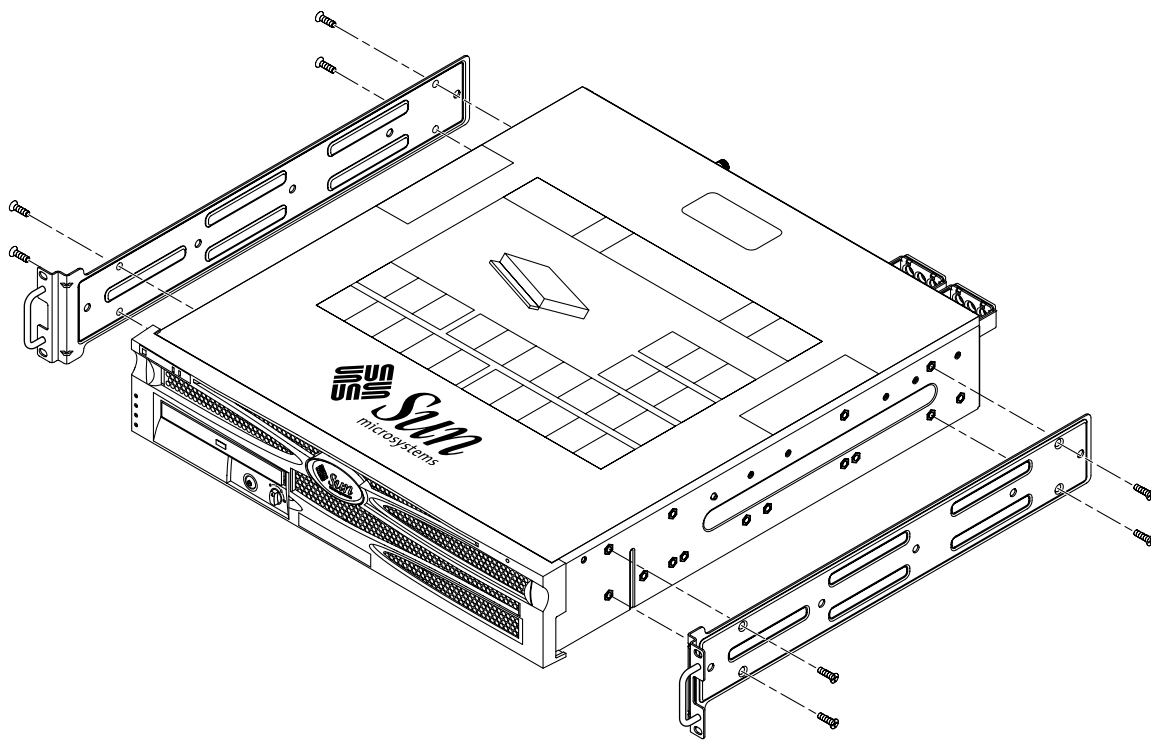

FIGURA 3-2 Fijación de los soportes de montaje fijo al servidor
2. Mediante ocho de los tornillos Phillips de cabeza plana M5 x 8 mm (cuatro tornillos por cada soporte), fije los soportes de montaje fijo a los lados del servidor (FIGURA 3-2).